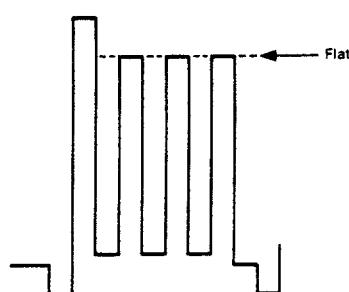

Abb. 8. Signalform um Farbausgang
- (1) Farbbalkensignal einstellen.
- (2) Oszilloskop am Pin 3 vom Stecker CT anschließen.
- (3) Schärfenregler in Klickposition bringen und Normaltaste drücken.
- (4) Den Vorregler für Farbe, SUB-COLOUR VR202 so einstellen, daß die Oberseite der Signalamplitude flach ist. (siehe Abb. 8).